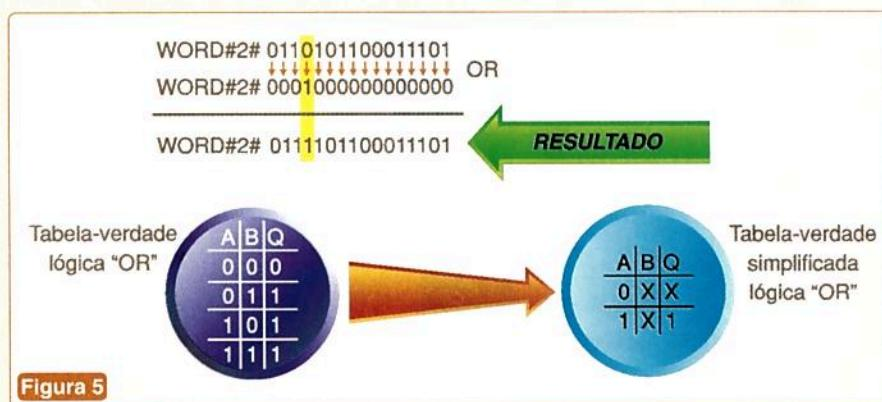

Figura 5
**Teoria:** Este conceito é bem simples, e mais uma vez precisaremos realizar uma operação lógica, mas desta vez com a função OR, conforme é visto na **figura 5**. Vemos que quando realizamos qualquer operação OR com uma das entradas em nível lógico “1” a saída será sempre “1”, e quando realizamos a operação com uma das entradas em nível lógico “zero” a saída dependerá da outra entrada (X).